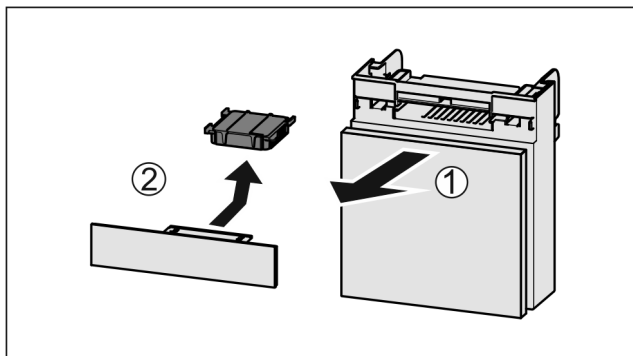

Fig. 207
- ▶ Вытянуть Fig. 207 (1) отделение движением вперед.
- ▶ Извлечение Fig. 207 (2) фильтра с активированным углем.